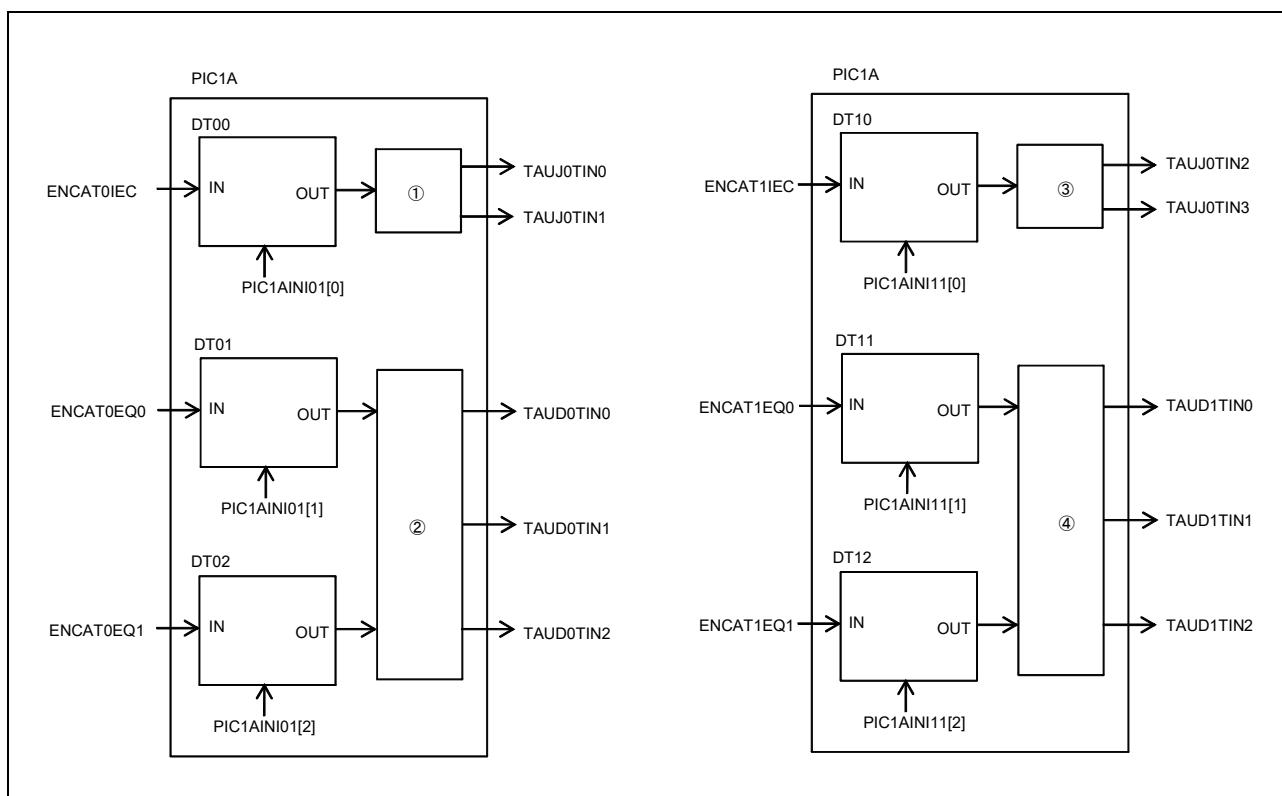

図 23.20 PIC1A ブロック図
ENCAT0EC トリガ&パルス間隔測定を行うタイマを選択する設定値 (図 23.20 ①)
(図 23.20 ②)
ENCAT1IEC トリガ&パルス間隔測定を行うタイマを選択する設定値 (図 23.20 ③)
ENCAT1EQ0, ENCAT1EQ1 トリガ&パルス間隔測定を行うタイマを選択する設定値 (図 23.20 ④)